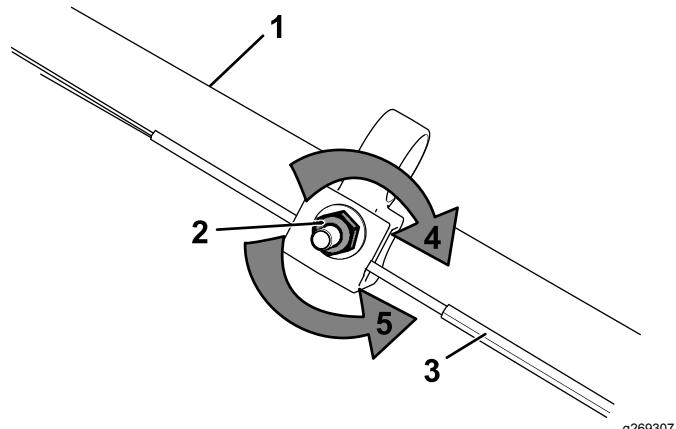

Bild 30
1. Drehen Sie die Einstellmutter nach links, um die Seileinstellung zu lösen (Bild 30).
2. Stellen Sie die Spannung des Seils (Bild 30) ein, indem Sie ihn zurückziehen oder nach vorne drücken und dann in dieser Stellung arretieren.